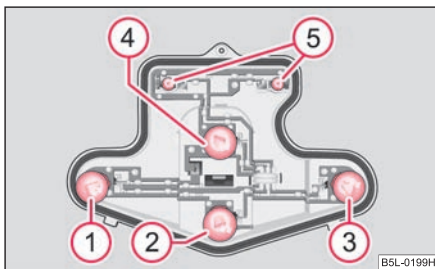

Fig. 245 Unidad de luces posteriores: Posición de montaje de las bombillas
- Para cambiar las luces de freno, marcha atrás, posterior antineblina e intermitentes, girar el portalámparas hacia la izquierda hasta el tope y quitar la lámpara de la carcasa o quitar la lámpara de la luz de posición del portalámparas ⇒ fig. 245.
Posición de montaje de las bombillas en la unidad de luces posteriores ⇒ fig. 245.